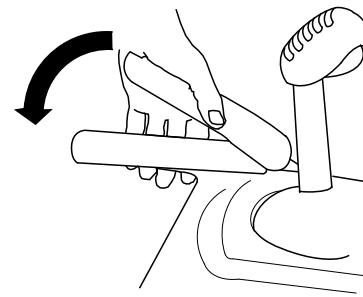

Bild 22
1. Drücken Sie zum Einkuppeln des Fahrtriebs den linken Hebel (Fahrtrieb) zum Handgriff (Bild 22).